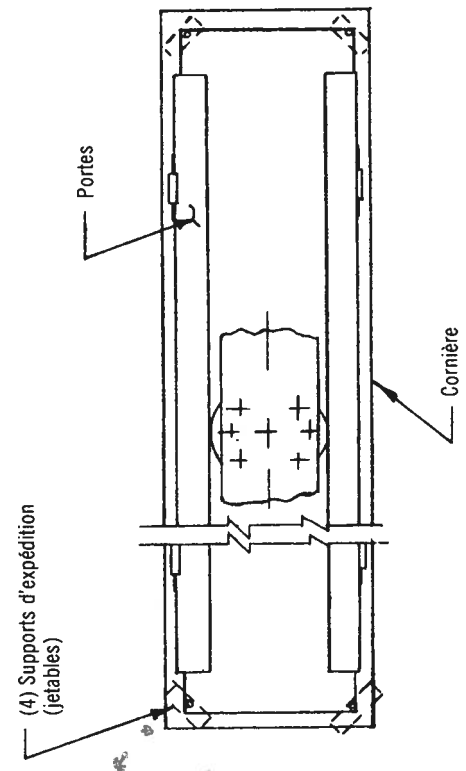

FIG. 7
8. Lorsque le béton a durci, enlevez les boulons maintenant le support au cadre de la fosse, soulevez le piston et cassez les supports d'expédition soudés en travers des cornières de la fosse. Enlevez les plaques du contre-plaqué. Poncez les points de soudure à l'aide d'une ponceuse à disque. Voir Figure 7.